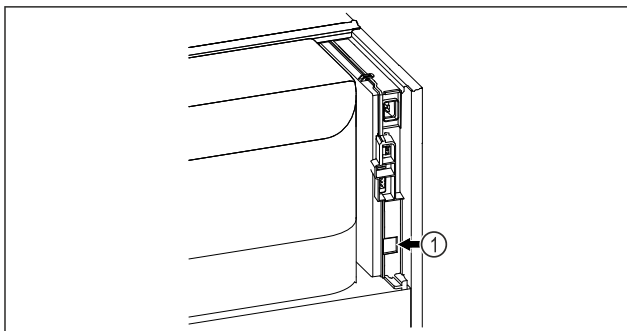

Fig. 138
- Използва се SmartModule Fig. 138 (1).